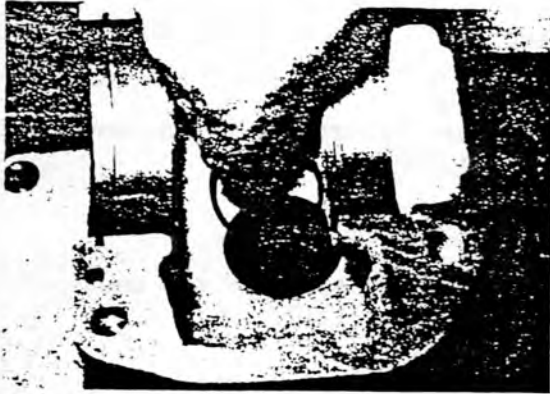

Fig. 4
- Als erstes den unteren Sicherungsring in die Gehäusenut einsetzen (Fig. 4).